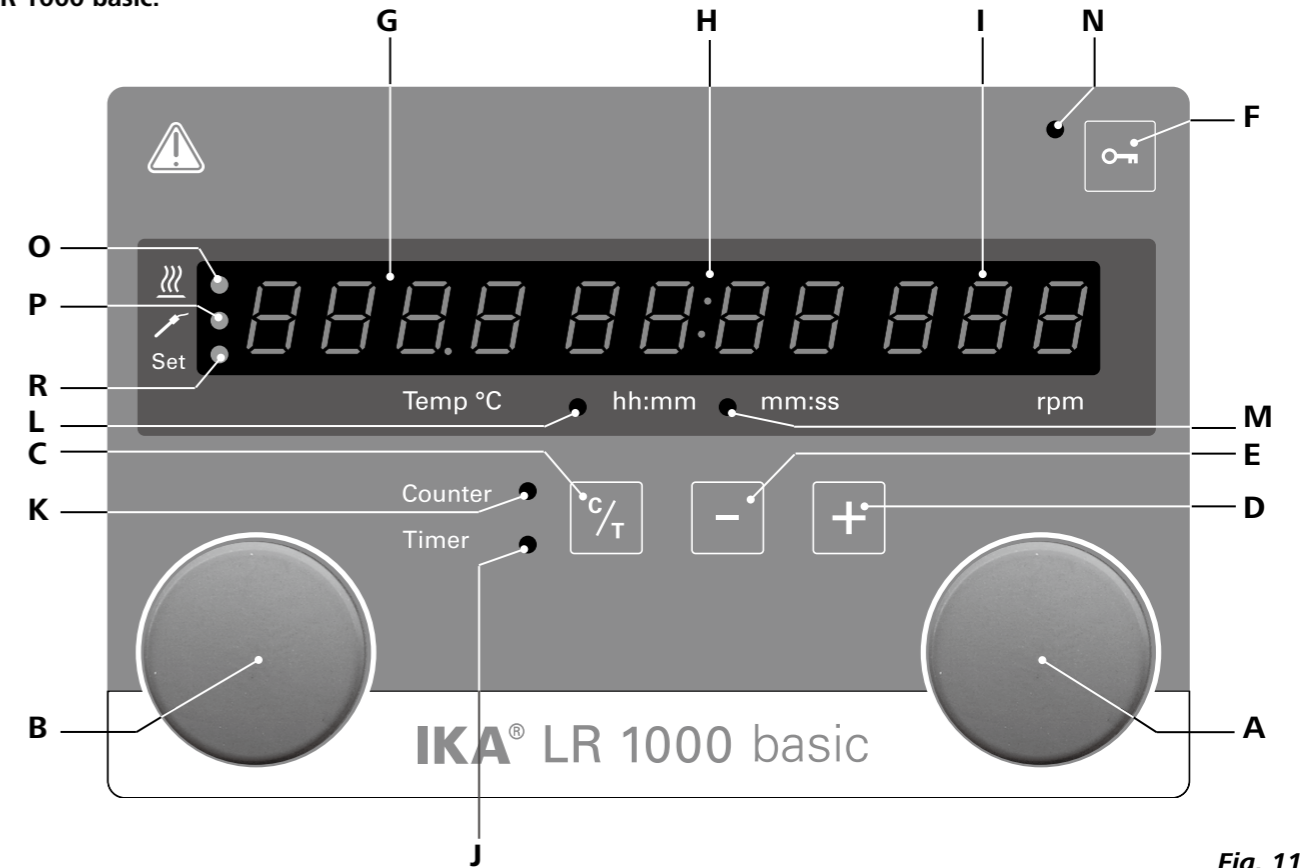

Fig. 11
左側のダイヤルノブ (B) を押すと加熱機能を起動あるいは停止することができます。しばらくすると、設定温度値と実際の温度値が画面上 (G、図11参照) に交互に表示されます。設定温度値が表示されると、LED (R、図11参照) が点灯します。加熱温度値は、左側のダイヤルノブ (B) を回して調整することができます。スタンバイの時や動作中でも設定値を変更することができます。
ダイヤルノブ (A) を回して押すと速度値を調整し、右側のダイヤルノブ (A、Fig. 11 参照) を押すと攪拌機能を作動させることができます。
ダイヤルノブ (B) を押すと温度値を調整し、左側のダイヤルノブ (B、Fig. 11 参照) を押すと加熱機能を作動させることができます。
加熱機能が起動すると同時にカウンターが自動的に開始されます。カウンターは4桁の数字で表示されます。作動時間が1時間未満の場合、分/秒(mm:ss)モードでカウンターが起動し、そしてLED(M、図11参照)が点灯します。
作動時間が1時間以上の場合、表示形式は分/秒から時間/分(hh:mm)へと変わります。LED(L、図11参照)が点灯してその状態を示します。
時間(+)ボタン(D、図11参照)または時間(-)ボタン(D、図11参照)を使用して加熱時間を調整することができます。もしタイマー値を1時間以上に設定した場合は、表示が分/秒(mm:ss)モードからの時間/分(hh:mm)モードへと切り替えられ、LED(L)は点灯します。設定可能な最大タイマー値は99:59(hh:mm)になります。
「カウンター」機能では、カウンター/タイマーキーを押すと「タイマー」機能に切り替えることができます(C、図11参照)。タイマーLED(J、図11参照)で「タイマー」機能の作動状態を確認することができます。
再度カウンター/タイマーキー(C)を押すと「カウンター」機能が作動し、カウンターLED(K、図11参照)が点灯します。